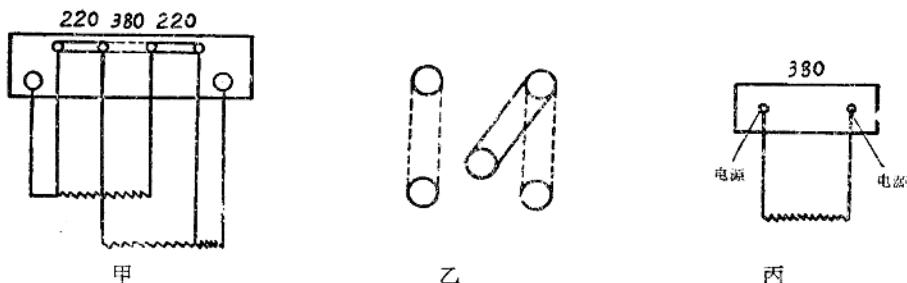

图 1-4 电焊机一次綫圈接綫法
- 根据电源电压与电焊机名牌接好一次線路(如图 1-4 是常用的电源接綫方法);